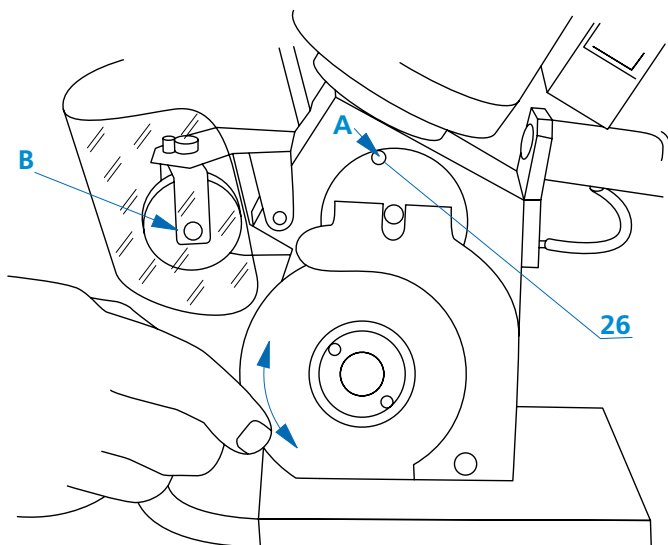

Рис. 8
Для того, чтобы машина сохраняла необходимое техническое состояние, необходимо ее систематически чистить и смазывать. Периодически, в зависимости от интенсивности работы, раскройную машину следует очищать от пыли, остатков ниток и тканей. Особое внимание обратить на зазоры, нож - корпус и нож - защита ножа. Находящиеся там остатки края могут тормозить вращение ножа. Их наличие определяют, передвигая диск ножа рукой, как показано на рис. 8. Диск должен свободно поворачиваться на угол 3-5°. Если обнаружится сопротивление, нужно снять нож и защиту корпуса и удалить кисточкой остатки материала.
Для смазки раскройной машины необходимо использовать специальную смазку, находящуюся в принадлежностях устройства. Этой смазкой не реже, чем **каждые три месяца** смазывать приводной механизм в месте, указанном на рис. 8 стрелкой А.
С этой целью снять нож и выкрутить винт (26) рис. 8. При включенной машине в отверстие от винта (26) медленно вводить специальную смазку до тех пор, пока она не покажется на поверхности оси, с которой снят нож. Затем закрутить винт (26) и, включив раскройную машину, удалить остатки смазки.
Стрелкой В показано место смазки оси заточного устройства (рис. 8).